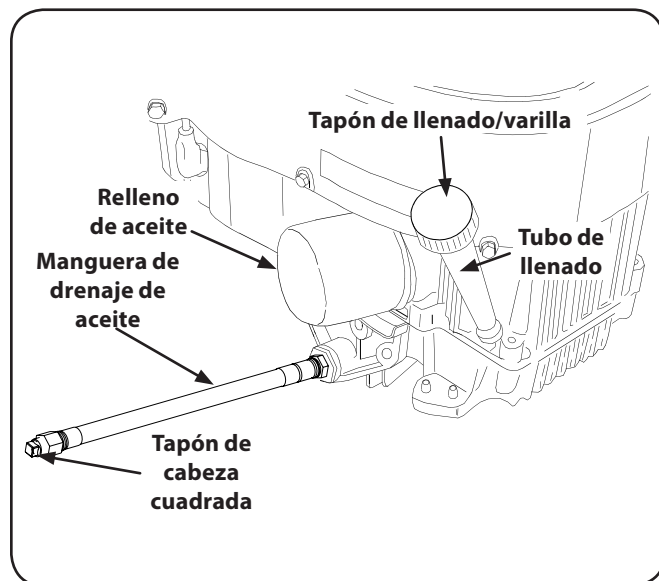

Figura 6-1
2. Localice la válvula de drenaje de aceite en el lado derecho del motor. Vea la Figura 6-1.
4. Mientras sujeta el extremo libre de la manguera de drenaje de aceite en el depósito de recogida de aceite, desenrosca el tapón de la manguera de cabeza cuadrada en el extremo de la manguera. Vea la Figura 6-1. Escurrir el aceite de motor en el contenedor de recogida.